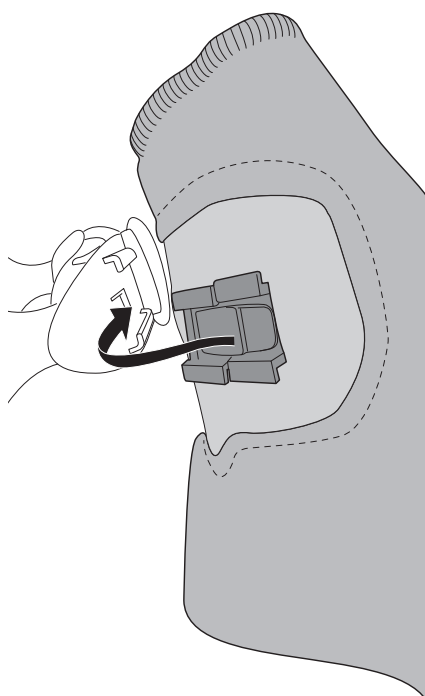

Fig. 29c
- c. Vuelve a colocar el soporte del tubo del ducto de aire en la suspensión del cabezal. Escucharás un sonido de “clic” cuando esté correctamente conectado (Fig. 29c y 29d).